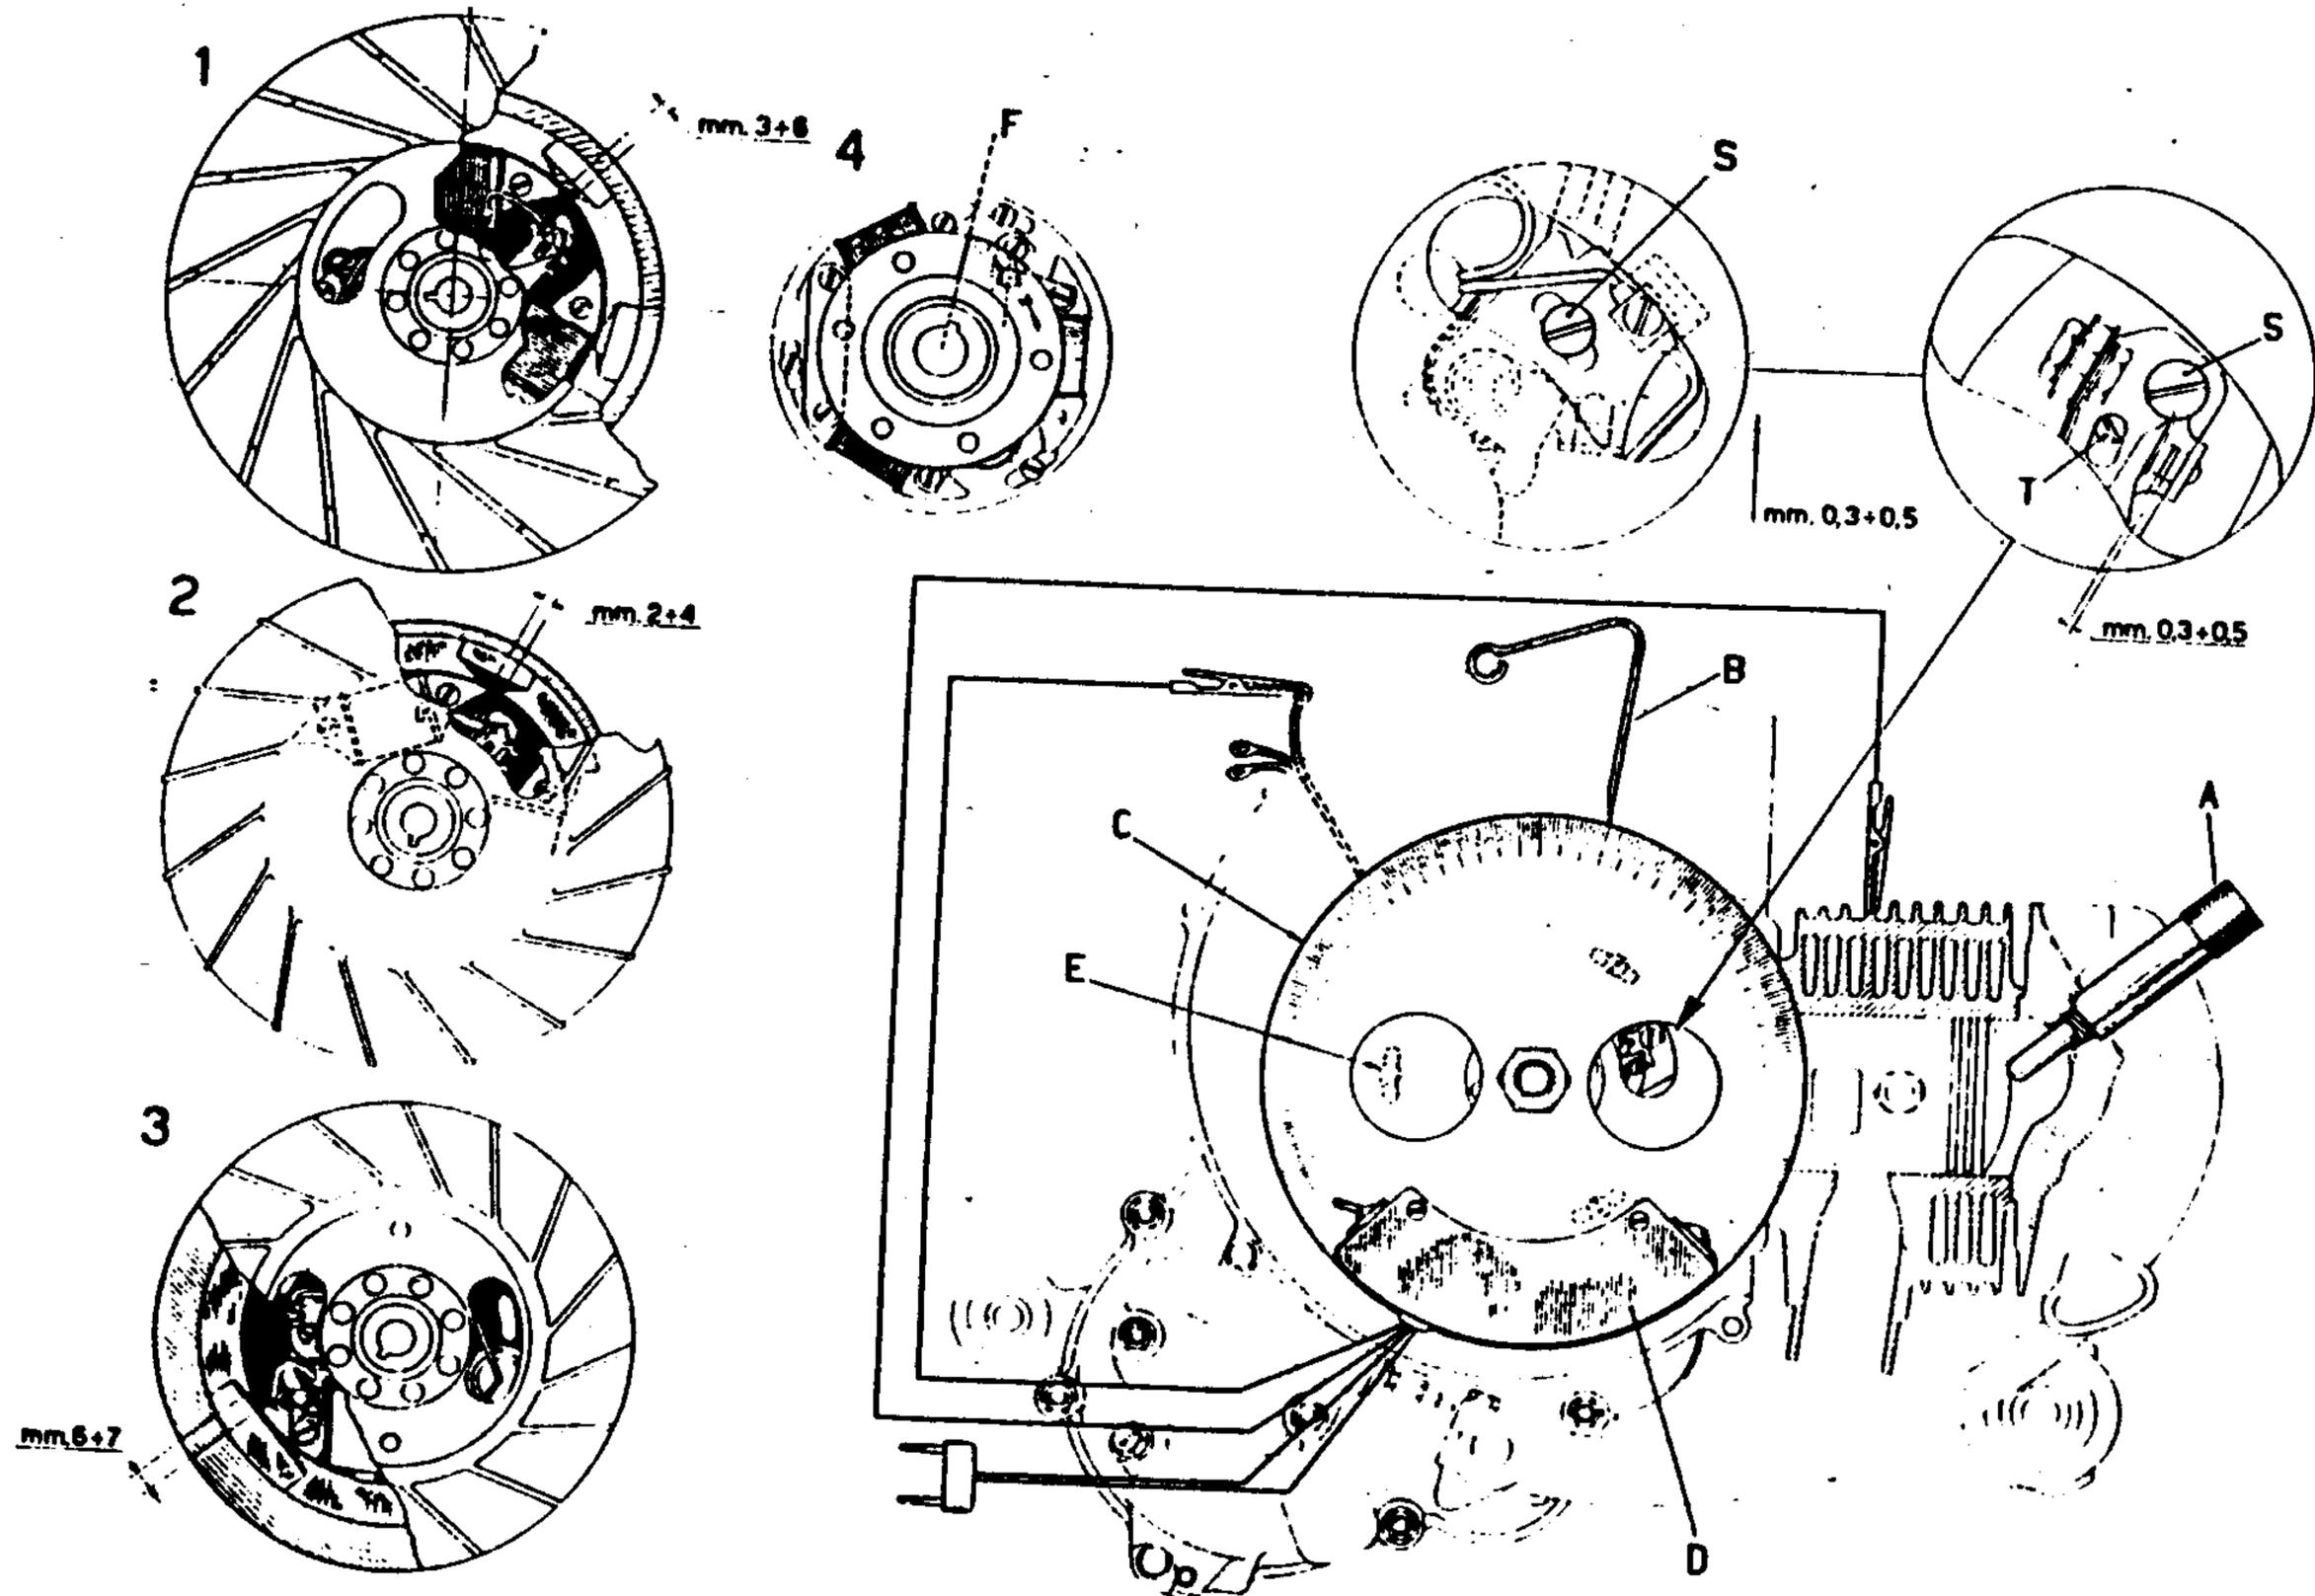

Fig. 49 - (Ved. note a pagg. 105 - 108).
- b) - Ruotare il supporto bobine in modo da far assumere alla bobina per A. T. la posizione indicata per i vari tipi di volano nei dettagli 1 - 2 - 3 della fig. 49.
Didascalie della fig. 49, pag. 106.